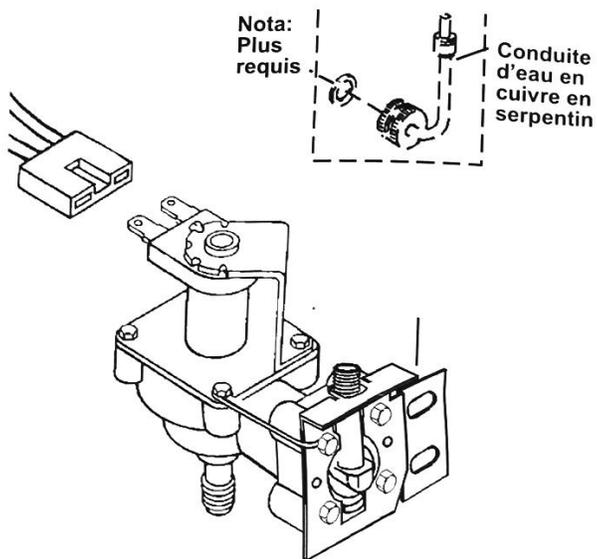

Figure 6
17. La conduite d'eau en cuivre en serpentín n'est pas requise avec la valve neuve. Voir la Figure 6. Il faudra toutefois conserver un des anciens écrous en laiton et une des anciennes olives pour rebrancher la conduite d'eau principale sur la valve. Voir la Figure 7.